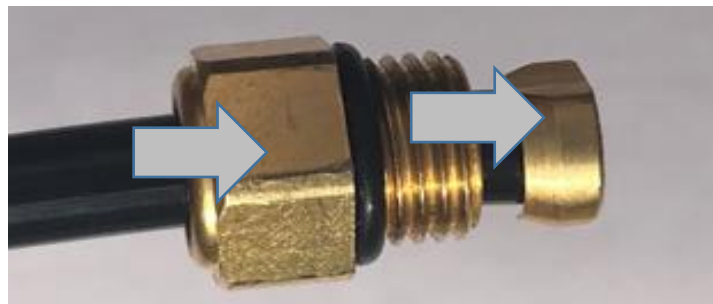

fig.6
9. Tag bort flänsen och kopplingsmuttern från luftslangen och kassera dem (fig.6)